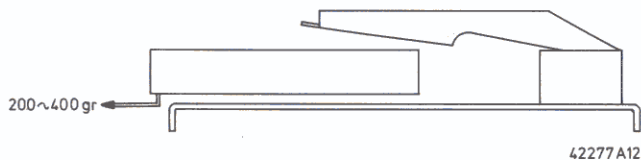

Fig. 2c
- Controleer de vrijloop van de lade, zodanig de de uittrekkracht tussen de 200 gram en 400 gram ligt (netspanning uit). Zie fig. 2c.